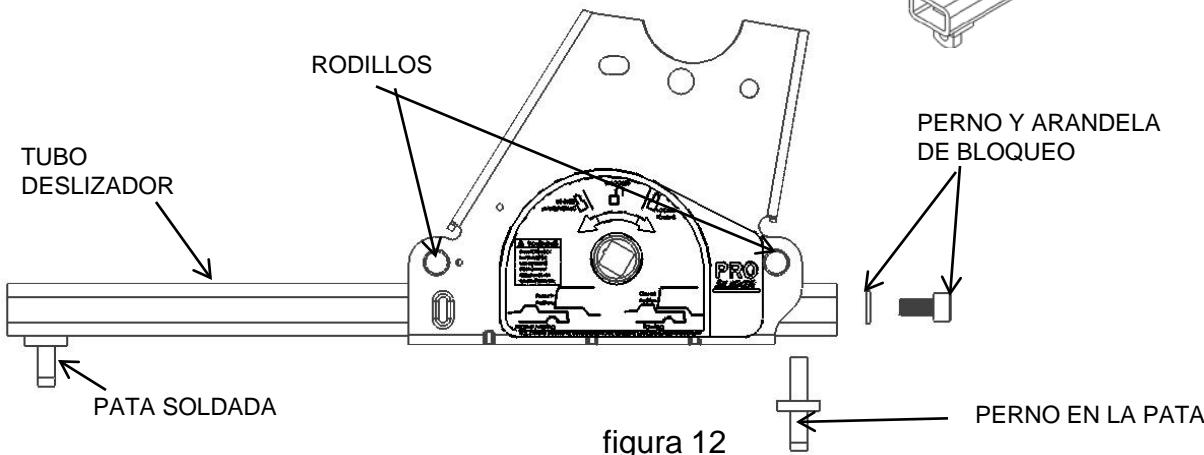

figura 12
6. Regrese al vehículo. Libere el freno de emergencia. Active manualmente el freno del remolque y hale el vehículo al frente hasta que el Pro Slider pare en el freno del pie (figura 12) y el pasador se active en la posición de maniobra (ver figura 15).
- Regrese al vehículo. Libere el freno de emergencia. Active manualmente el freno del remolque y reverse el vehículo hasta que el Pro Slider pare en la pata soldada (figura 12) y el pasador se active en la posición de remolque (ver figura 17).